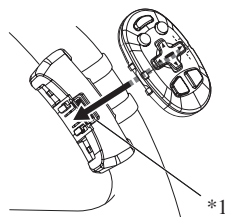

Fig. 18
5. Installez la télécommande dans le support. (Fig. 18)